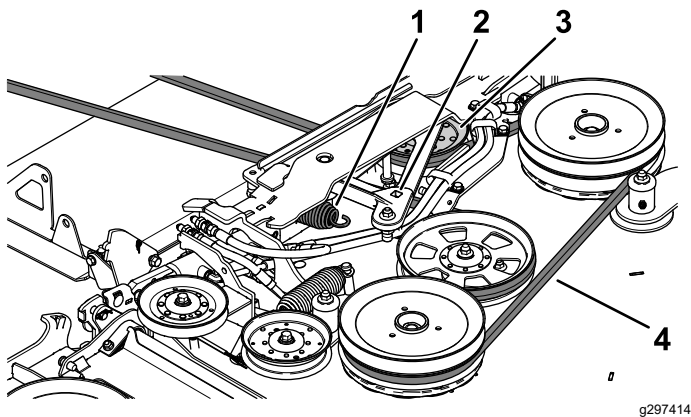

Figura 64
5. Utilice una llave de carraca en el taladro cuadrado del brazo tensor para aliviar la tensión del muelle tensor (Figura 64).
6. Retire la correa de las poleas de la carcasa de corte (Figura 64).